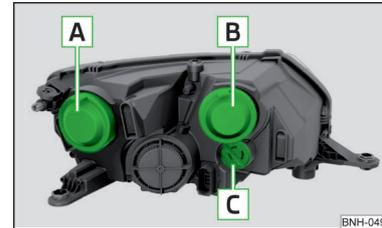

Fig. 153
Orden de bombillas » fig. 153
- Retirar la tapa protectora **A** » fig. 153 de la página 181.
➤ Retirar la tapa protectora **A** » fig. 153 de la página 181.
- Retirar la tapa protectora **B** » fig. 153 de la página 181.
- Colocar la tapa protectora **B** » fig. 153 de la página 181.